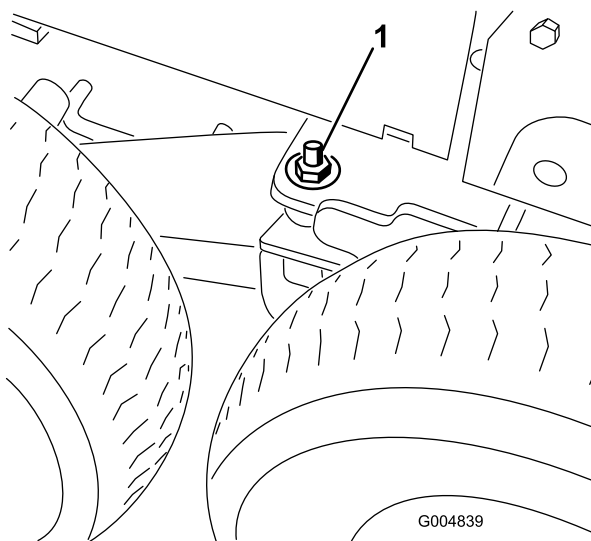

Figura 129
3. Afloje y retire la contratuerca y la arandela plana del soporte de pivote del bogie (Figura 129).
7. Instale las arandelas planas (1/2") y las contratuercas en el espárrago del pivote del bogie (Figura 129).